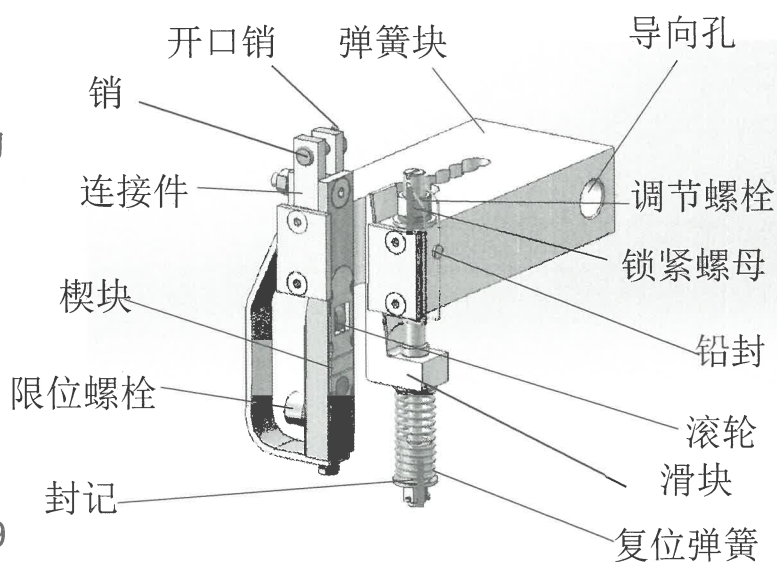
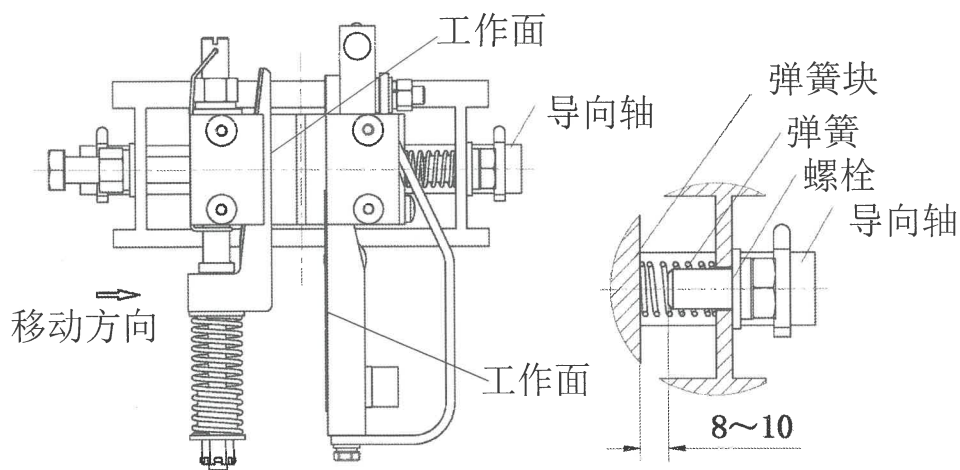

图 1
图 6
1.1. 结构示意(图 1)
2.1.2.安全钳封记完好(图 1)，安全钳无损坏。
2.3. 组件的安装(以一种安装方式为例) (图 6)
2.3.5.调整后，通过限速器提拉联动机构，安全钳能可靠动作，反向运行，安全钳能回到初始位置(图 1)。
3.3.3.有油润滑工况，运动部件(楔块、滚轮、滑块)加润滑油(图 1)，油品同 1.2.3；
3.3.4.无油工况，仅楔块工作面和滑块工作面不涂润滑油，其余部分涂润滑油(图 1 图 6)，油品同 1.2.3。